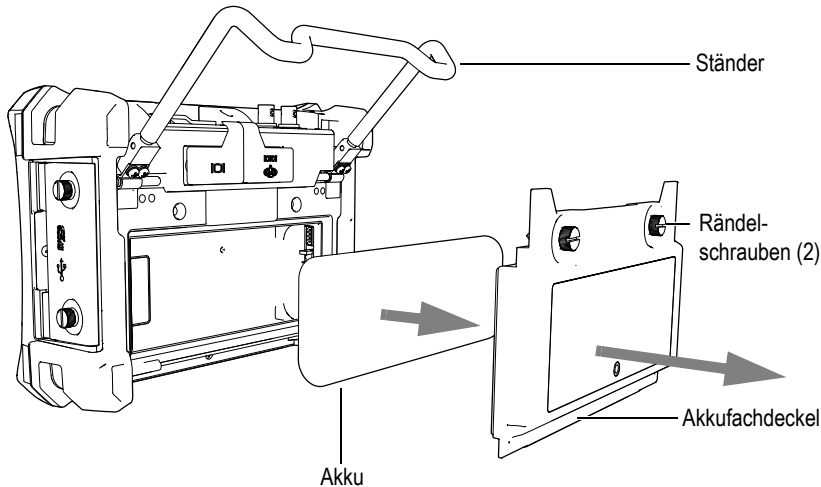

Abbildung 1-7 Herausnehmen des Lithium-Ionen-Akkus
2. Hinten am Gerät die beiden Rändelschrauben lösen, mit denen der Deckel des Akkufachs zugeschraubt ist (siehe Abbildung 1-7 auf Seite 23).
3. Den Akkufachdeckel abheben (siehe Abbildung 1-7 auf Seite 23).
6. Den Akkufachdeckel wieder auflegen und mit den beiden Rändelschrauben an der Rückseite des Geräts festschrauben (siehe Abbildung 1-7 auf Seite 23).